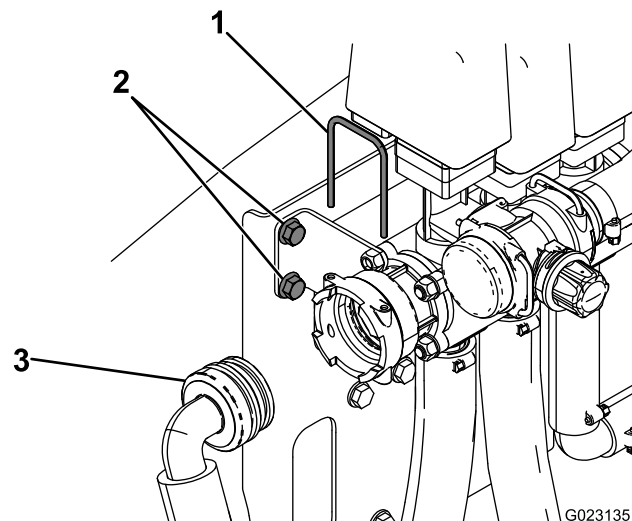

Figure 20
- Retirez les 2 boulons qui fixent le petit support au bâti (Figure 20).
- Retirez l'étrier de retenue qui maintient le flexible de pression sur le côté de la vanne d'agitation (Figure 20) puis mettez le flexible et l'étrier de côté.